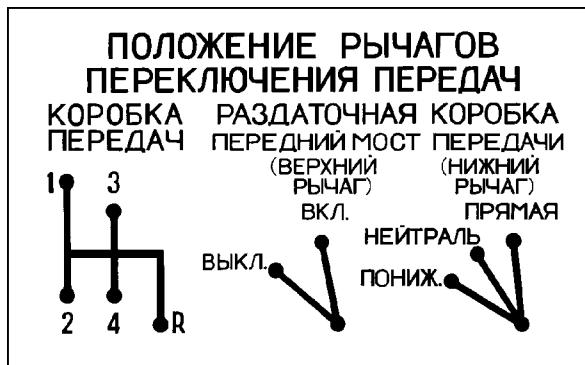

Рис. 3.4. Схема положений рычагов коробки передач и рычагов раздаточной коробки
**10 -рычаг включения переднего моста** (см. рис. 3.4). Имеет два положения: переднее - мост включен; заднее - мост выключен;
**11 -рычаг включения передач раздаточной коробки** (см. рис. 3.4). Имеет три положения: переднее - включена прямая передача, среднее - нейтральное положение, заднее - включена понижающая передача;
**12 -рычаг переключения передач** (см. рис. 3.4);